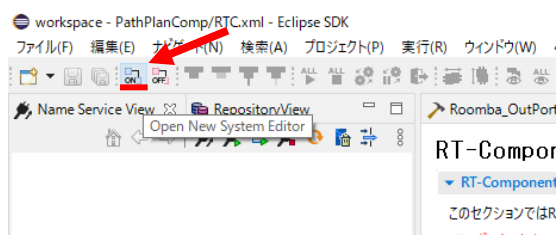

図 26 [ツールバー]内の[Open New System Editor]の場所
- ⑤ 図 26 のように[ツールバー]の中から、[Open New System Editor]をクリック。